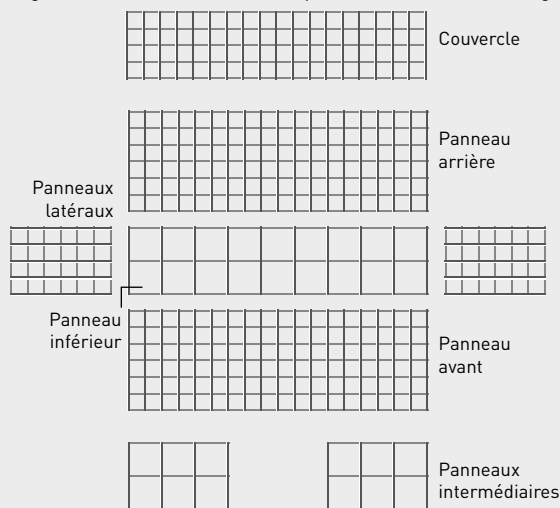
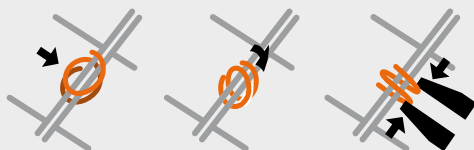

Figure 2 | Fixation des agrafes
Figure 3 | Points de fixation
- Insérez les agrafes spéciales fournies sur les « fils extérieurs » des panneaux arrière, avant, latéraux et de fond (figure 2) et tournez-les d'un quart de tour (en laissant un espace d'environ 150 mm entre les agrafes). Ensuite, refermez chaque agrafe à l'aide d'une pince multiprise (figure 3). Commencez chaque fois par la première et la dernière case du panneau.